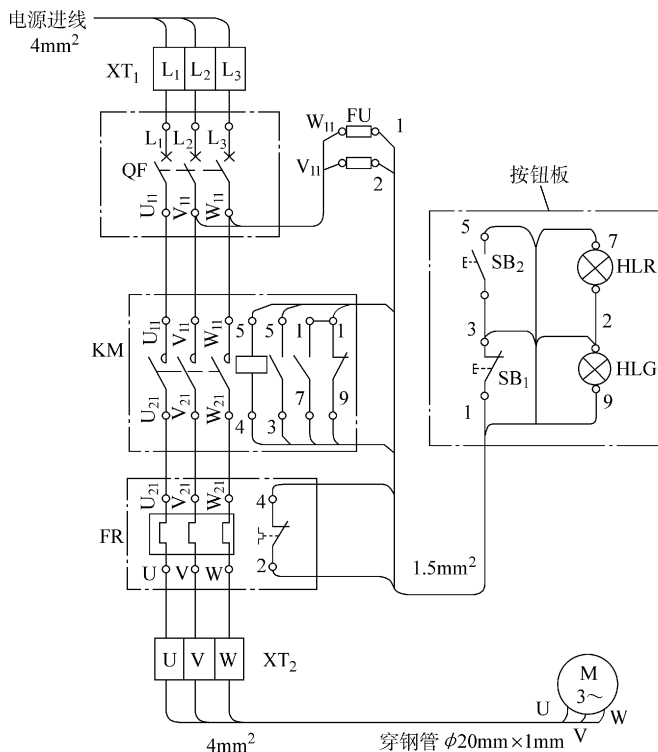

图 3-2 电动机连续运行电路的安装接线图
如图 3-2 所示为电动机连续运行电路的安装接线图。
1) 先看主电路 看主电路是从引入的电源线开始，顺次往下看，直至电动机，主要目的是知道三相电源线经过哪些电器元件到达电动机。如图 3-2 所示的电路中，端子板  $XT_1$  上  $L_1$ 、 $L_2$ 、 $L_3$  分别与断路器 QF 入线端的  $L_1$ 、 $L_2$ 、 $L_3$  是相连的，顺次往下看，QF 的出线端  $U_{11}$ 、 $V_{11}$ 、 $W_{11}$  分别与 KM 接线端的  $U_{11}$ 、 $V_{11}$ 、 $W_{11}$  也是相连的……，端子板  $XT_2$  上的 U、V、W 分别与电动机接线端的 U、V、W 也是相连的。
2) 再看控制电路 看控制电路要从电源起始点（相线）开始，看经过哪些电器元件又回至另一相电源。如图 3-2 所示的电路中，从电源起始点  $L_1$  开始，由于  $FU$  的入线端  $W_{11}$  与主电路  $QF$  出线端的  $W_{11}$  具有相同的标号，既表明它们是相连的，又表明控制电路是从此与主电路分开的，同理  $FU$  的出线端与  $SB_1$  的入线端都有相同的标号 1，它们也是相连的……，最后经  $FR$  触点、断路器  $QF$  回到另一相电源  $L_2$ 。
例如，图 3-2 中，3 号线是  $SB_1$  与  $SB_2$  的连接线。接线时，可按以下步骤：